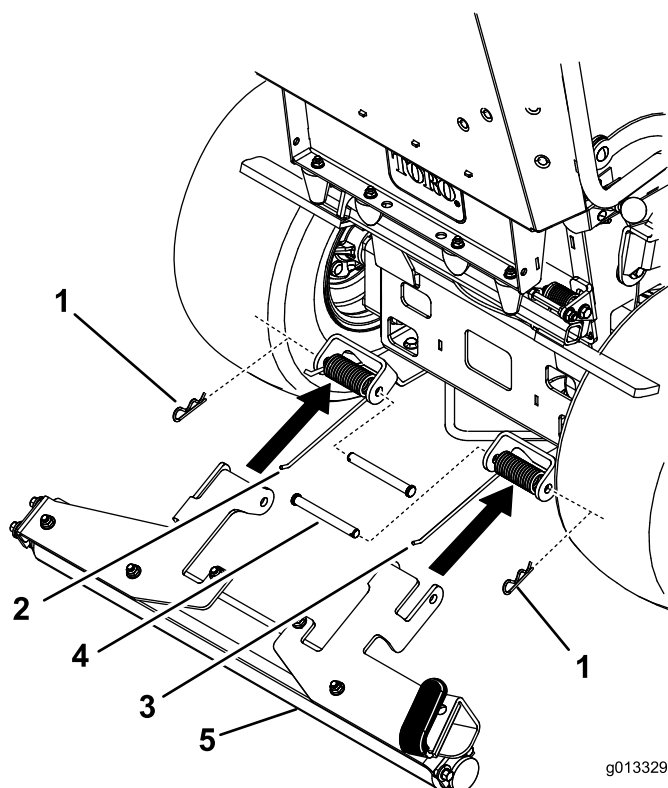

Figure 3
1. Placez les ressorts dans les supports de montage (Figure 3). Vérifiez que la courte tige extérieure du ressort est placée dans la fente du support du rouleau.
2. Placez l'ensemble rouleau traceur dans les supports (Figure 3).
3. Insérez l'axe de chape dans le support de montage, le support de rouleau et le ressort, et fixez-le avec la goupille fendue (Figure 3).